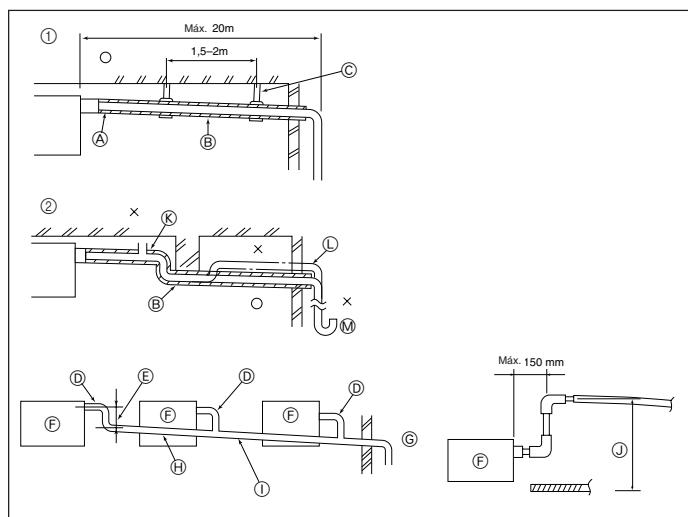

Fig. 6-1
6.1. Tubería de drenaje (Fig. 6-1)
① Tubería correcta
② Tubería incorrecta
③ Expulsador de aire
④ Aislamiento (9 mm o más)
⑤ Elevado
⑥ Pendiente de descenso de 1/100 o más